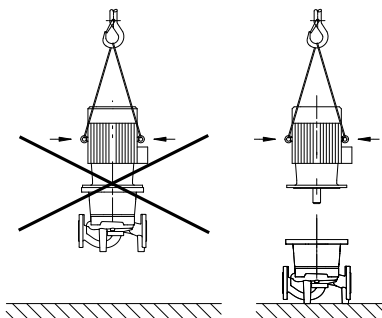

Fig. 34: Транспортиране на помпата
- Транспортните халки на мотора служат само за направляване при захващане на товара (Fig. 34).